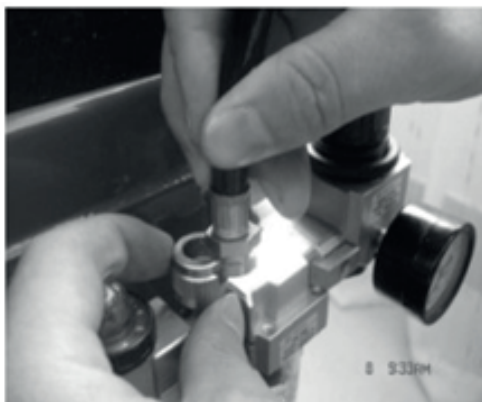

Fig. 15
- Conecte a pistola ou a caixa do manômetro de enchimento: Encaixe o adaptador da pistola ou da caixa de manômetro de enchimento na ranhura (*Fig 15*) sobre a porca aberta da conexão da fonte de ar. Aperte a porca aberta e então conecte a fonte de ar.